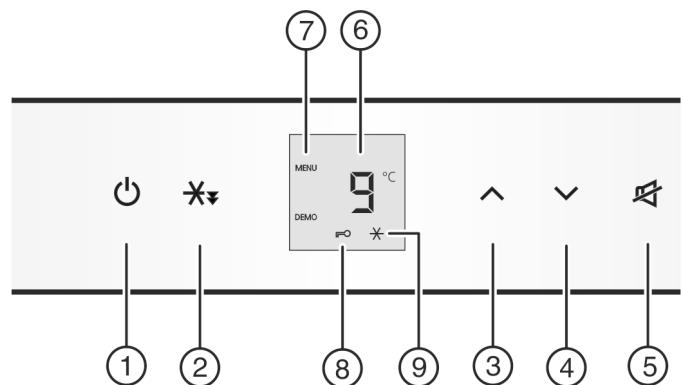

Fig. 2
- ▶ Taste On/Off *Fig. 2 (1)* drücken.
- ▶ Einstellmodus aktivieren: Taste Schnellkühlen *Fig. 2 (2)* ca. 5 s drücken.
- ▶ Zum Einschalten der Kindersicherung Taste Schnellkühlen *Fig. 2 (2)* kurz drücken.
- ▷ Das Symbol Kindersicherung *Fig. 2 (8)* leuchtet. In der Anzeige blinkt **c**.
- ▶ Zum Ausschalten der Kindersicherung Taste Schnellkühlen *Fig. 2 (2)* kurz drücken.
- ▷ Das Symbol Kindersicherung *Fig. 2 (8)* erlischt. In der Anzeige blinkt **c**.
- ▶ Einstellmodus deaktivieren: Taste On/Off *Fig. 2 (1)* drücken.
- ▶ Taste Alarm *Fig. 2 (5)* drücken.
- ▶ Temperatur wärmer einstellen: Einstelltaste Up *Fig. 2 (3)* drücken.
- ▶ Temperatur kälter einstellen: Einstelltaste Down *Fig. 2 (4)* drücken.
- ▶ Taste Schnellkühlen *Fig. 2 (2)* kurz drücken.
- ▷ Das Symbol Schnellkühlen *Fig. 2 (9)* leuchtet in der Anzeige.
- ▷ Das Symbol Schnellkühlen *Fig. 2 (9)* erlischt in der Anzeige.